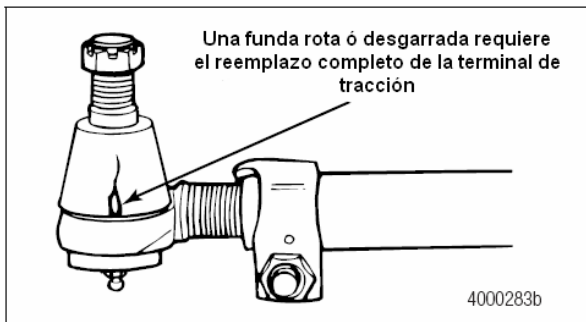

Figura 6.19
4. Verifique si la funda de la barra de acoplamiento tiene rupturas, rasgaduras u otro daño. También verifique si hay daño en los sellos de la funda. Reemplace la barra de acoplamiento completa si la funda está dañada ó si ésta falta. Figura 6.19